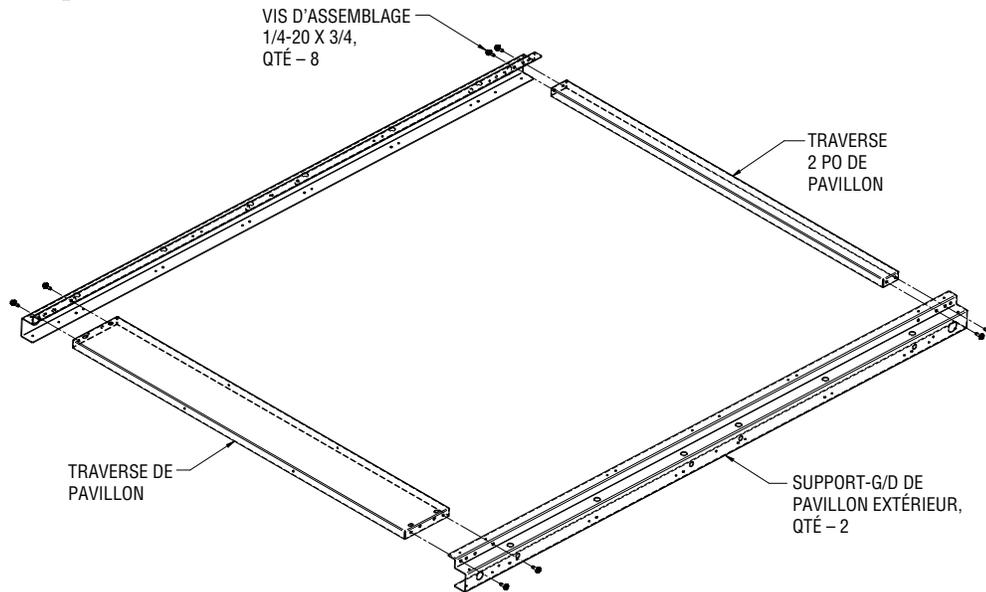

Figure 1-7a Vue en plongée de l'ensemble du cadre du pavillon
1. Assembler le cadre du pavillon. L'assemblage du pavillon du kiosque de contrôle est similaire. Voir la Figure 1-7a ci-dessous. Le cadre sera installé sur le module réfrigéré ou le kiosque de contrôle à l'étape suivante.